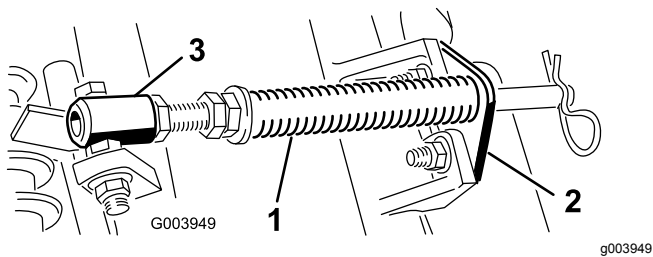

Bild 4
- A. Nehmen Sie die zwei Schlossschrauben und Muttern ab, mit denen die Stangenhalterung an den Nasen der Schneideinheit befestigt ist (Bild 4).
- B. Nehmen Sie die Bundmutter ab, mit denen die Schraube des Federrohrs an der Nase des Trägersrahmens befestigt ist (Bild 4). Nehmen Sie das ganze Teil ab.